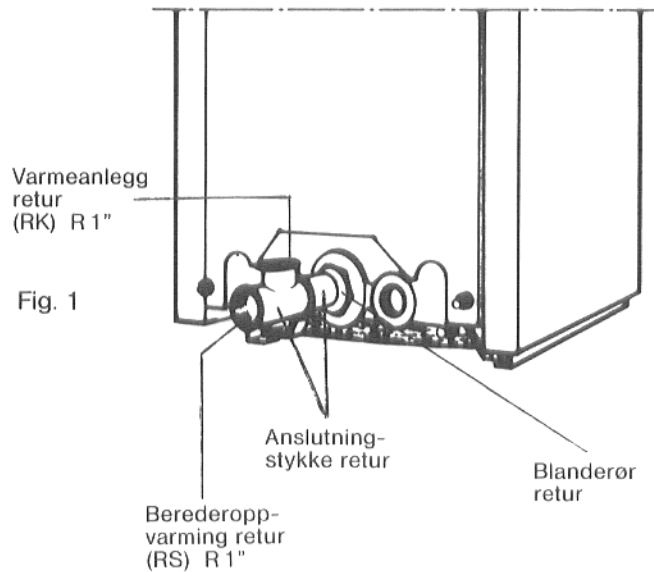

Fig. 1
Dersom berederoppvarming er tilkoblet, skal denne alltid være tilkoblet på bakre anslutning (RS) (se fig. 1) og oppvarmingskretsen til anslutnings-stykkets avgrening (RK).
1 Transportpall: Kjeleblokk og kjelemantel ferdig montert. Anslutningsstykket retur (Fig. 1) ligger i kjelens røkgang.